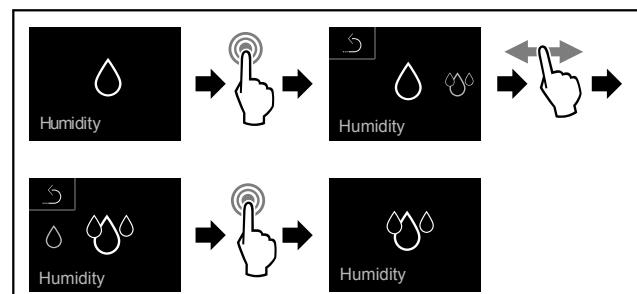

Fig. 69
- Obavite korake postupka (pogledajte Fig. 69).